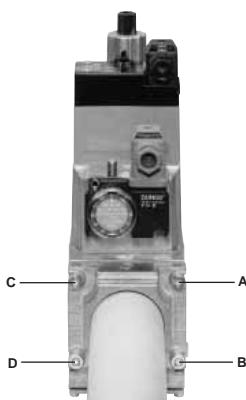
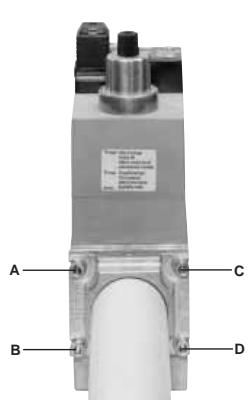

Рис. 4
Рис. 5
- 1.Расслабить винты А и В, но **не снимать** их (Рис. 4 и Рис. 5)
2. Отвинтить винты С и D (Рис. 4 и Рис. 5)